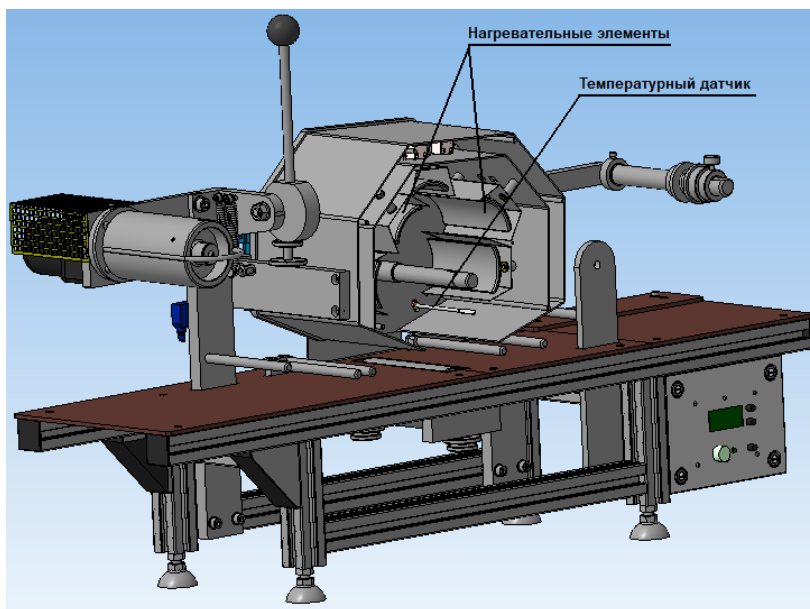

Рис.5
**Внимание! Опасность поломки!** Аккуратно снимайте обрезиненный припрессовочный вал. Не повредите нагревательные элементы и температурный датчик (Рис.5)